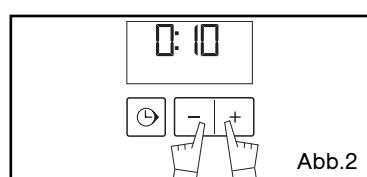

Abb.2
- Etwa zehn Sekunden lang die Tasten + und - gleichzeitig drücken, bis „CO“ angezeigt wird und man in den Einstellungsmodus gelangt (Abb. 2).